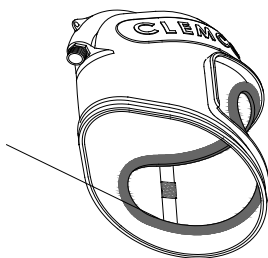

Figure 6
2.1.3.2 Placez la bande de fixation transparente sur la face interne de la visière intérieure et dans la même rainure de joint de la vitre comme illustré sur la figure 6. Positionnez-la de manière à avoir une vision périphérique sur le côté de l'ouverture de la vitre.